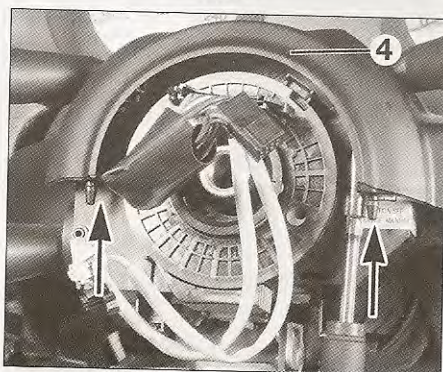

FIG. 5
- Desatornillar la guarnición superior (4) y desmontarla (fig. 5).